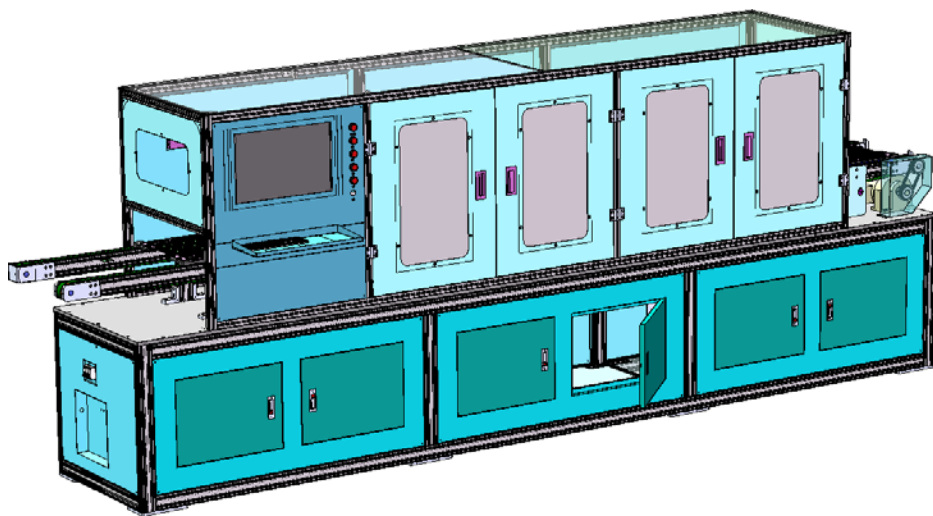

图 9-63 “WIFI 测试总装配体” 打开后的效果
(1) 按照本章的讲解，尝试将大型装配体的工程图设置为最优性能状态，并使用向导将设置保存为“大型工程图最优.sldreg”文件。
(2) 设置启用大型装配体打开模式，然后使用此模式打开本书提供的装配体文件“WIFI测试总装配体.SLDASM”，如图 9-63 所示，然后尝试轻化所有零部件，并创建 SpeedPak 对模型进行查看，以复习本章所学内容。